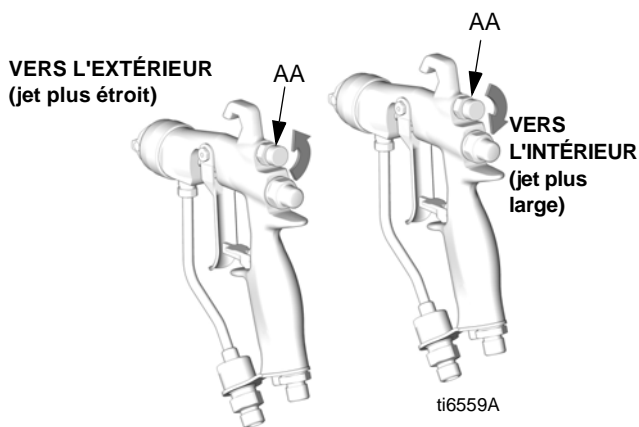

FIG. 4. Bouton de jet d'air
1. Voir FIG. 4. Fermez l'air de réglage du jet en tournant le bouton (AA) à fond dans le sens horaire (vers l'intérieur). Le pistolet est réglé sur le jet le plus large.
3. Voir FIG. 4. Pour un jet plus étroit, tournez le bouton de la vanne de réglage du jet (AA) dans le sens antihoraire (vers l'extérieur). Si le jet n'est pas encore assez étroit, augmentez légèrement la pression d'air au pistolet ou utilisez une buse de taille différente.